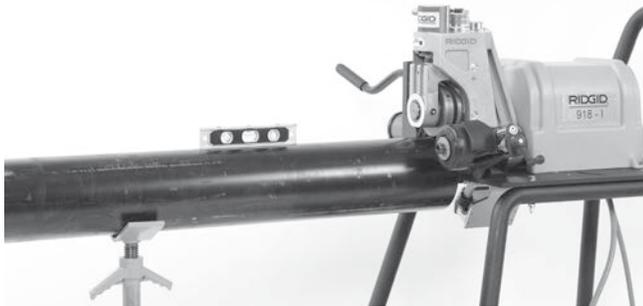

Figura 12 - Tubo a filo
- Portare l'Interruttore ON/OFF in posizione ON. Premere e rilasciare l'interruttore a pedale. Controllare che il rullo di scanalatura ruoti in senso orario, come indicato nell'adesivo col senso di rotazione del tubo sulla scanalatrice, *Vedere Figura 12.* Fare revisionare la macchina se ruota nella direzione sbagliata o se l'interruttore a pedale non ne controlla l'arresto o l'avvio.
- L'asse del tubo e l'asse dell'albero di trasmissione devono essere paralleli. Questo può essere verificato collocando una livella sulla parte superiore del cilindro idraulico e sul tubo. (Vedere la Figura 12).